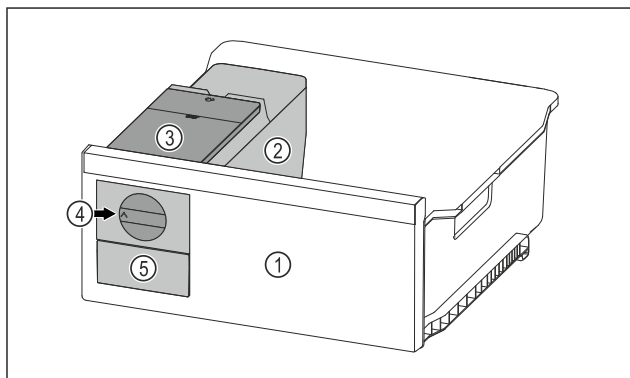

Fig. 84 Eksempelfremstilling
- Vri dreieknotten Fig. 84 (4) med klokken til den stopper.
- Isbitene faller fra isbitbrettet og ned i isbitskuffen Fig. 84 (5).